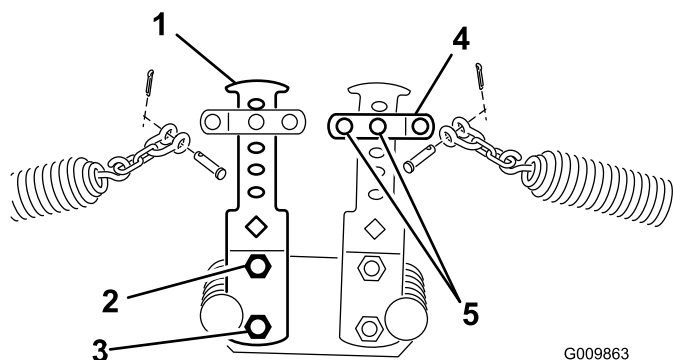
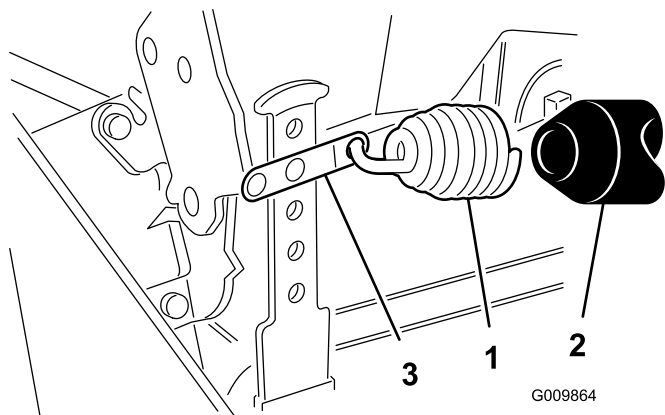

Figura 15
Figura 16
4. Fissate l'altra estremità della molla al foro appropriato (si veda sotto) sui bracci di contrappeso anteriori e posteriori (Figura 15 e Figura 16) con grillo della molla con catena, testa, perno con testa e coppiglia.
- Fissate l'altra estremità della molla al secondo foro dall'alto con il grillo della molla con catena, testa, perno con testa e coppiglia (Figura 15).
- Sulla molla di contrappeso posteriore, installate il coperchio in vinile sulla molla prima di agganciare l'altra estremità della molla sul grillo nel secondo foro dall'alto (Figura 16).
- Fissate la parte inferiore del braccio di contrappeso al telaio con il dado e il bullone rimossi precedentemente. Serrate il bullone superiore (Figura 15).